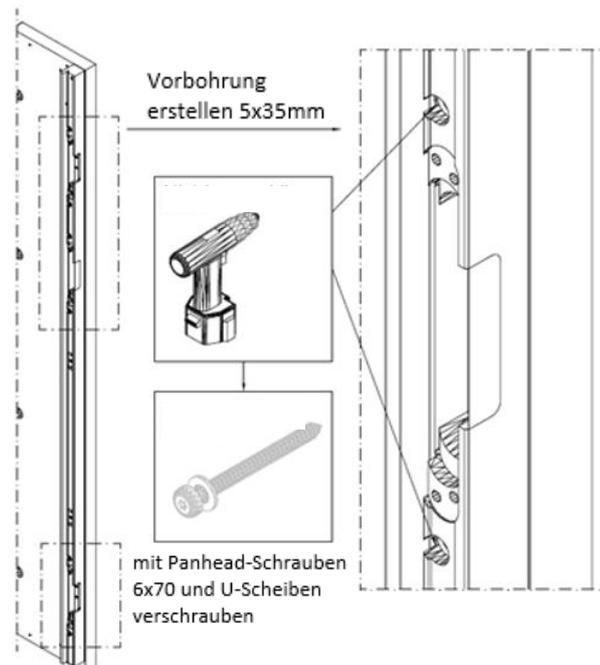

Abb.21
- 7 Zarge anschließend mit Panhead-Schrauben 6x70mm und U-Scheiben M7 in den Seitenelementen verschrauben (Abb.21).